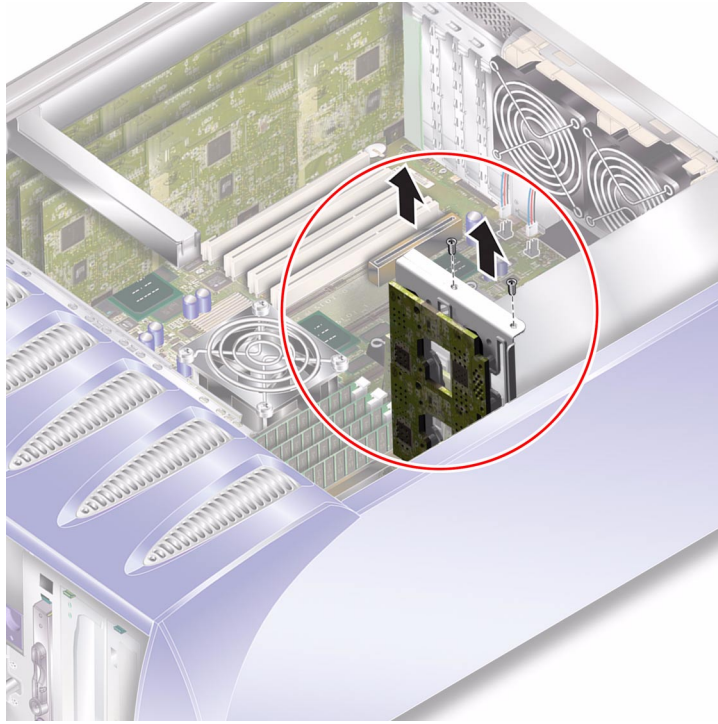

FIGURA 1-13 Extracción de la placa de distribución de alimentación eléctrica
10. Extraiga la placa de distribución de alimentación eléctrica y el armazón de cables. Consulte la FIGURA 1-13.